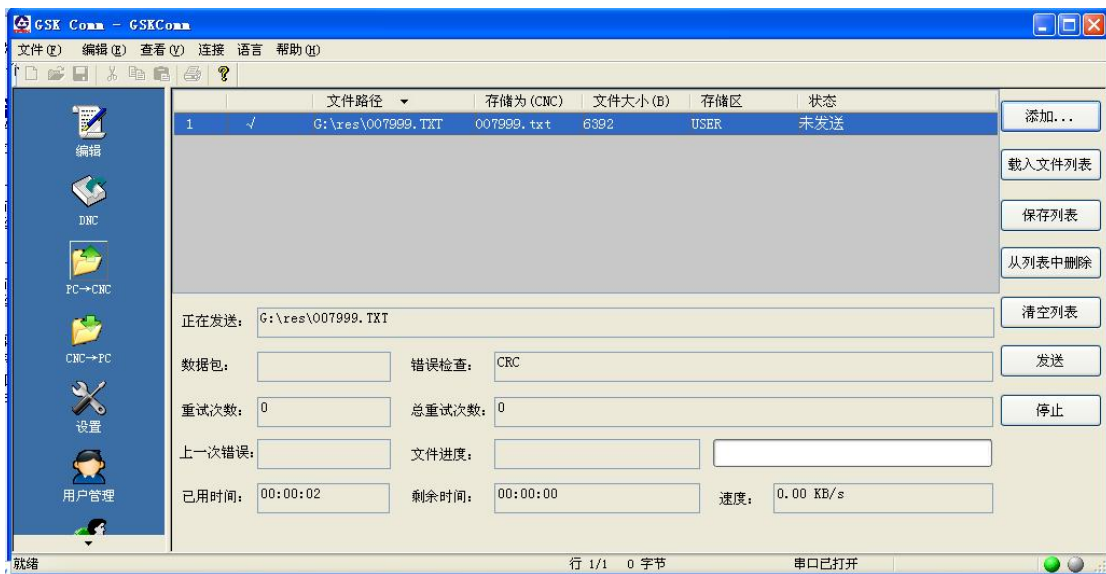

图 11-2-2-7
7、发送文件完成后，对话框状态栏显示“已发送”。如图11-2-2-8。